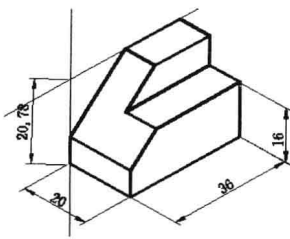

图 7-4-18
(14) 单击“对齐”按钮 \swarrow ，标出高度尺寸，如图7-4-18所示。